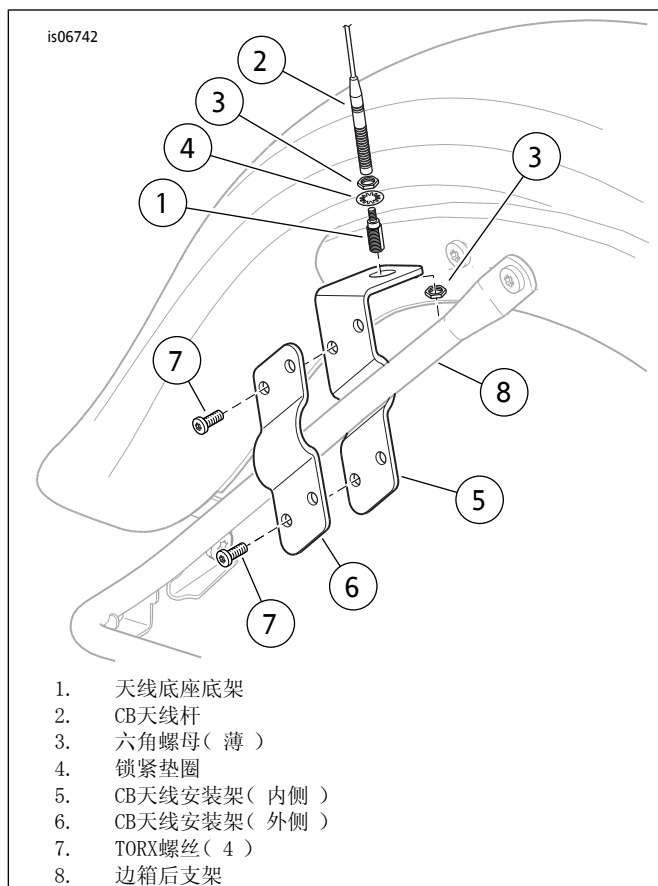
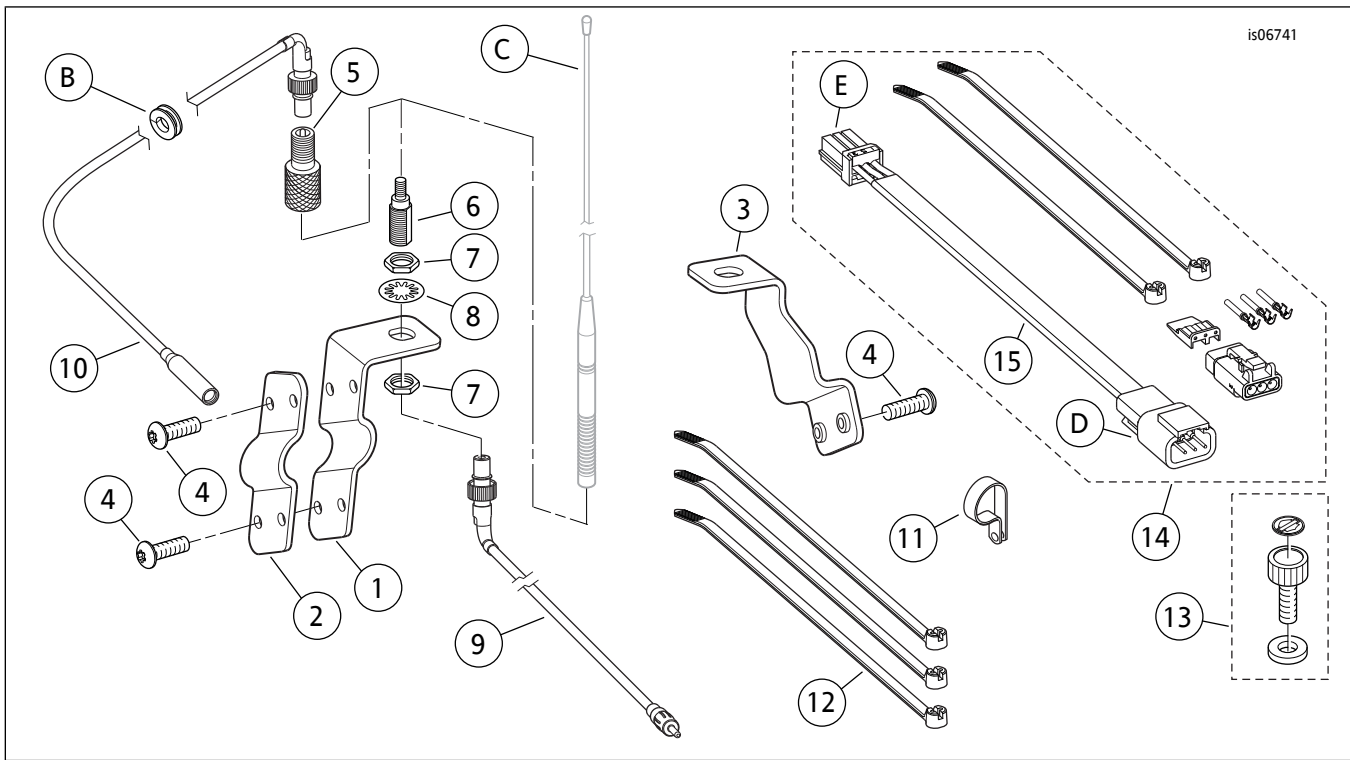

图3. 将CB天线支架安装至挡板
图4。维修零件：Ultra可拆卸式Tour-Pak线束套件
9. 参见图4。将Tour-Pak快速断开线束(15)插针盒(D)连接至Tour-Pak内侧插座盒[12B]。
- a. 参见图4。使用此套件中的AM-FM天线支架（3，零件编号76228-09）代替可拆卸式Tour-Pak尾架套件中的支架（零件编号76557-09）。
参见图4。为实现CB天线/线缆适配器(5)最大螺纹连接长度,将螺母(7)定位至CB天线底座(连接组件)(6)时,让几乎全部1/2-20螺纹位于上部螺母上方。
1. 参见图3。围绕边箱护罩(8)安装内侧(5)和外侧(6)CB天线支架夹具,安装四个螺丝(7)。用手拧紧螺丝。
4. 从此套件中取出带有阳性接头的CB天线线缆(图4:项目9)。将90度端头连接器插入天线支架(5)上的天线底座(图3:项目1)下侧。拧紧滚花螺母,将连接器固定至天线底座。在天线基座处保持线缆松弛,避免连接处出现扭曲或拉紧。
6. 参见图4。使用套件中的线缆扎带(12)将天线线缆固定至边箱支撑杆。在镀铬盖下方靠近悬挂空气管线处使用第二条线缆扎带将天线线缆绑扎至车架纵梁。切勿将线缆固定至空气管线。
9. 参见图3。将CB天线杆(2)可靠安装至右侧天线底座(1)。将AM/FM天线杆可靠安装至左侧天线底座。
3. 参见图4。将CB天线适配器(5)拧至CB天线底座连接组件(6)。从Tour-Pak右前侧将CB天线跳线线缆(10)的自由端插至天线适配器(5)顶部,拧紧滚花螺母以固定连接器。
- 参见图4。从CB天线底架连接组件(6)松开CB天线适配器(5)并保留,以在随后安装Tour-Pak时使用。将CB天线杆(C)拧至天线底架连接组件顶部。